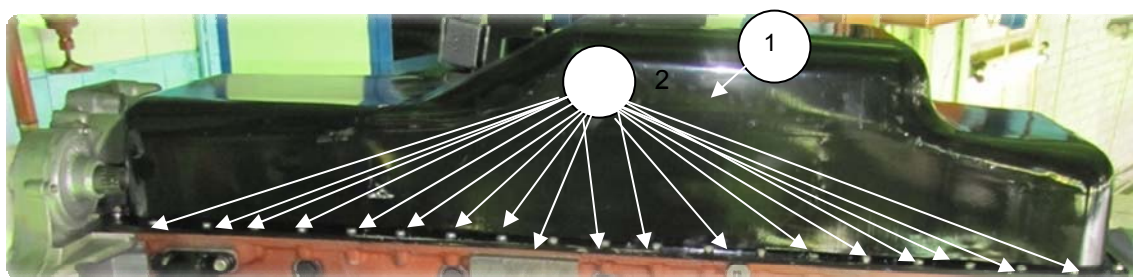

Рис. 6.37
4. Установить картер масляный (1) (840.1009010) на блок цилиндров, установить шайбы пружинные на шпильки передней крышки, навернуть 4 гайки М8 предварительно на 2-3 нитки от руки (рис. 6.37);